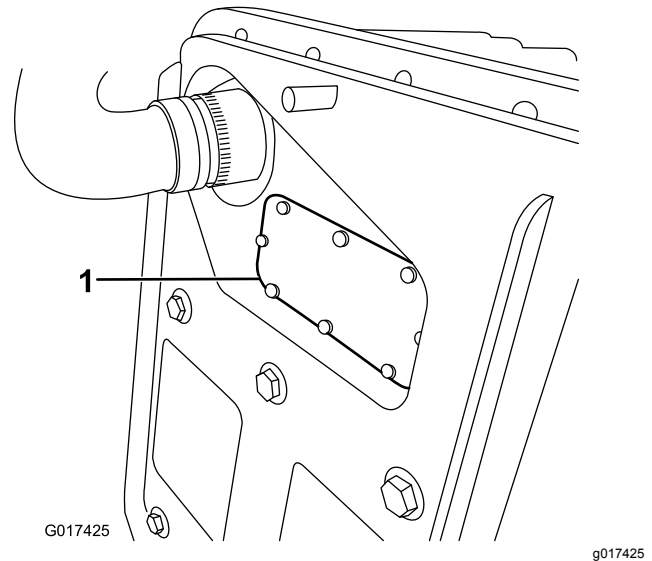

Figure 43
- B. Enlevez le couvercle du fusible (Figure 43).